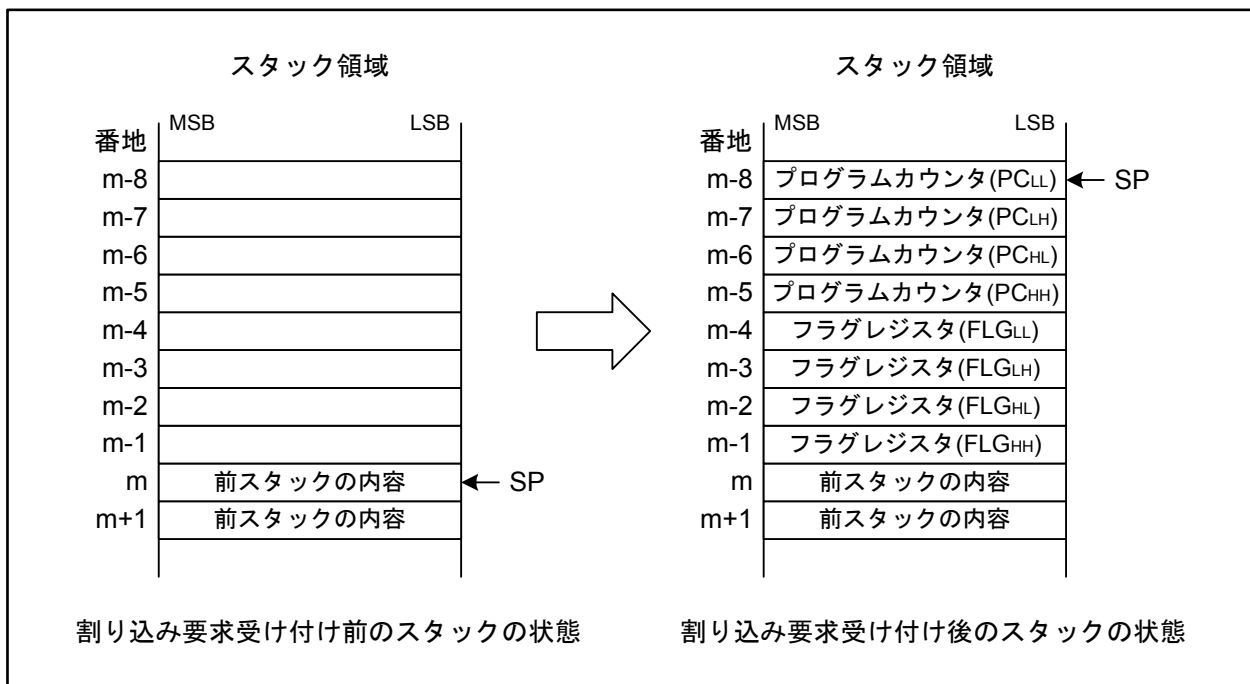

図 10.8 割り込み要求受け付け前後のスタックの状態
割り込みシーケンスでは、フラグレジスタ (FLG) とプログラムカウンタ (PC) の内容だけがスタック領域に退避されます。スタック領域へ退避する順番は、フラグレジスタ→プログラムカウンタの順です。図 10.8に割り込み要求受け付け前後のスタックの状態を示します。